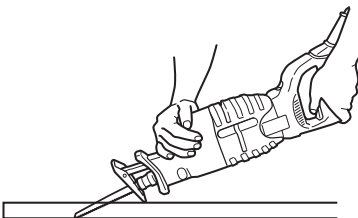
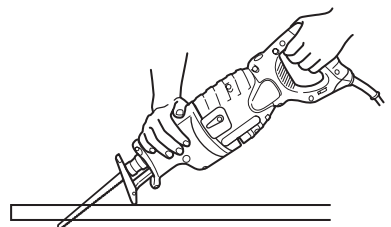

Fig. 25
Fig. 24
- (2) Relever lentement la poignée et couper petit à petit avec la lame de scie. (Fig. 24, Fig. 25)